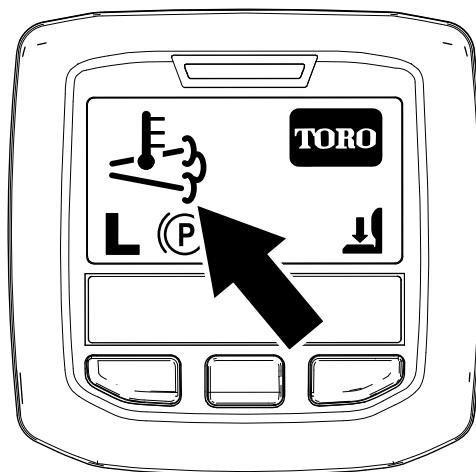

Figura 48
- O ícone da temperatura de escape elevada surge no InfoCenter (Figura 48).